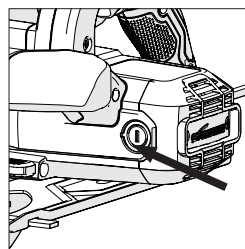

Abb. 17
- Entfernen Sie die Plastikkappen an der Rückseite des Motorgehäuses. (**Abb. 17**) Seien Sie vorsichtig, die Kappen sind federbelastet.